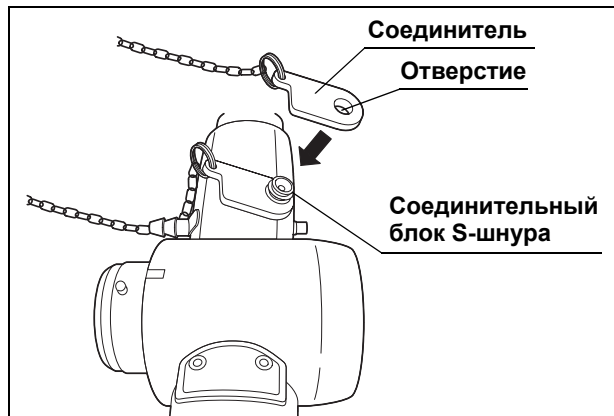

Рис. 2.3
5. Наденьте отверстие соединителя на соединительный блок S-шнура эндоскопа (см. Рис. 2.3).